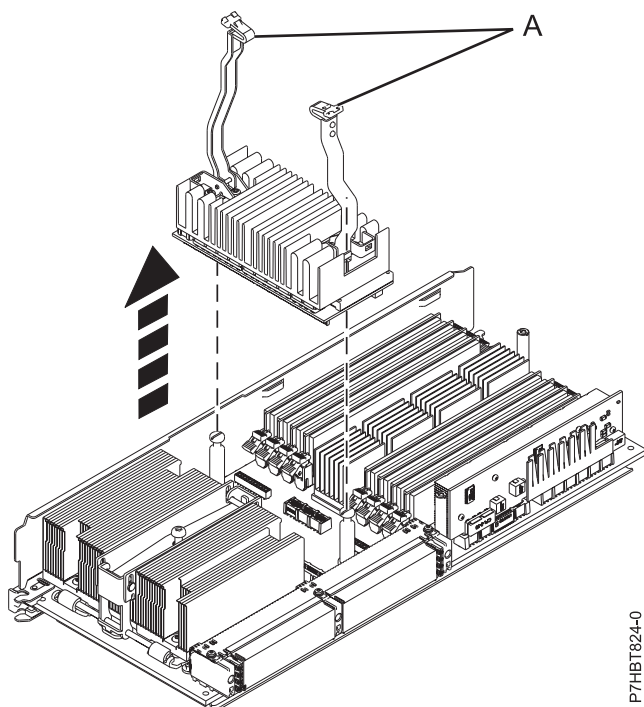

Figura 12. Extracció del mòdul regulador de voltatge de processador del sistema
- b. Aixequeu alhora els dos braços mecànics **(A)** del regulador de voltatge fins que estiguin en posició vertical, tal com es mostra a la Figura 12 a la pàgina 15.